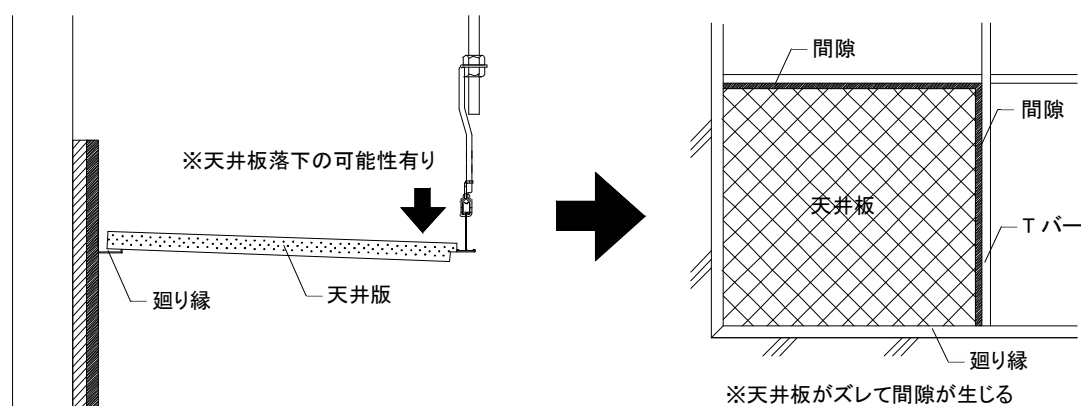

図2-8-1 天井板切断の誤り例(指定寸法より短い場合)
- ②壁際周辺の天井板については、現場で必要寸法を実測して切断して天井板を載せ掛ける。設置時は、以下の点に留意すること。
- 5) 壁際やコーナー部の天井板を設置の際、指定寸法より短い場合はTバーとの間に隙間が空き天井板が落下する恐れがある為、必ず指定寸法で切断すること。(図2-8-1 参照)